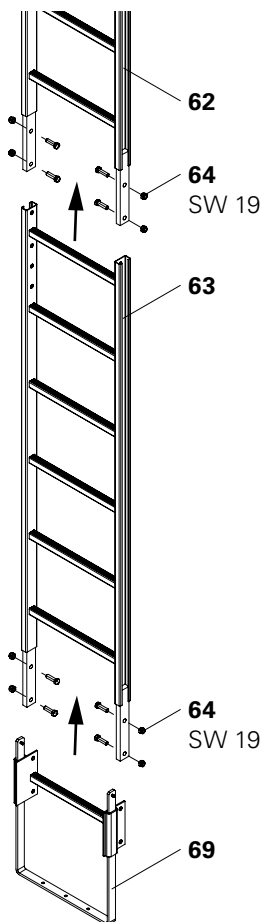

Fig. B1.38
M12 x 40-8.8 (64), Ch 19. (Fig. B1.38)
3. Fissare la base scala 30 (69) con viti
(Fig. B1.38)